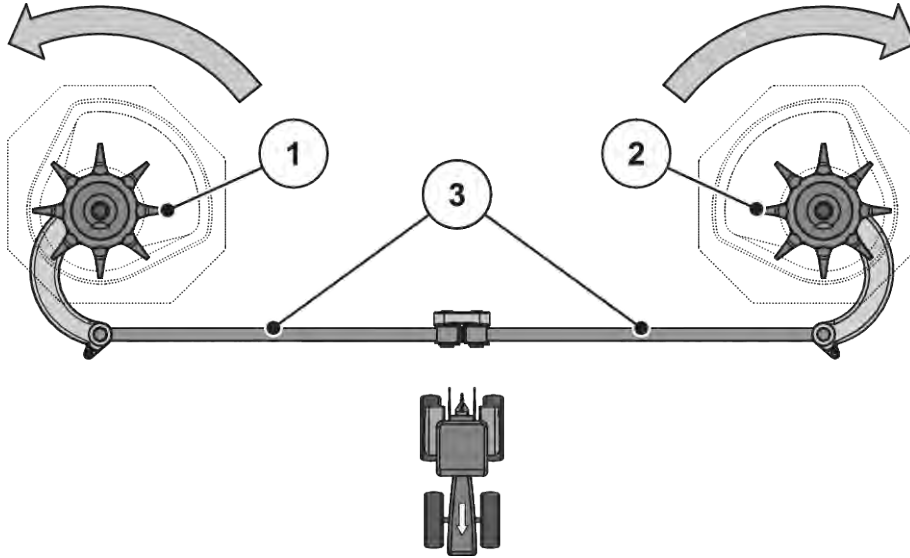

Fig. 61: Kontrollera omrörardrivningen.
- ▶ Vrid omröraren för hand i **spridartallrikens rotationsriktning**. Se Fig. 61 Kontrollera omrörardrivningen..
- ▶ Vrid omrörarhuvudet kraftigt för hand eller med hjälp av ett oljefilterband **mot spridartallrikens rotationsriktning**. Se Fig. 61 Kontrollera omrörardrivningen.